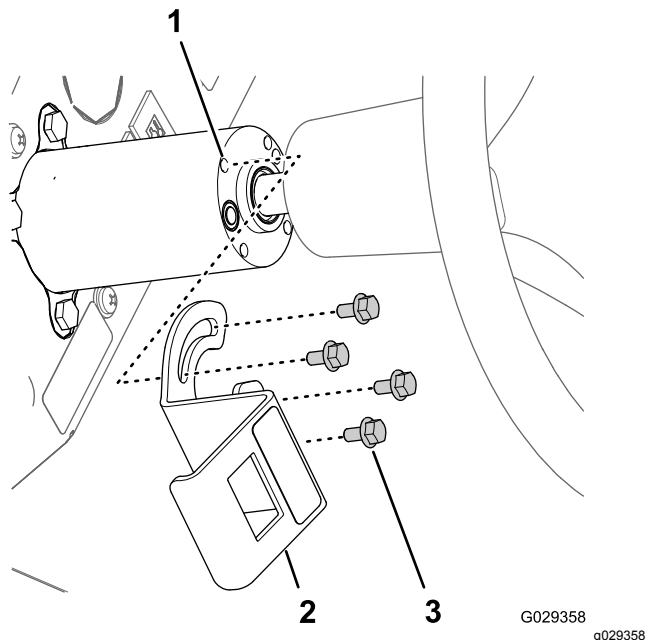

図 208
1. 泡制御スイッチ用の取り付けブラケットのスロットを、ステアリングコラムにある4本のねじ山付きインサートに合わせる図 208。
ポジション・パドルスイッチの裏側にあるピン 図 208 に接続する 泡制御 スイッチ。